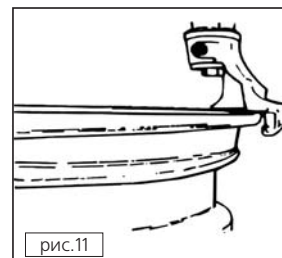

рис.11
3. Установите вертикальный шток в рабочее положение, чтобы монтажная головка оказалась около обода колеса. Ролик монтажной головки должен находиться в 2 мм от обода, чтобы избежать царапин (Рис. 11). Поверните рукоятку с зажимом и зафиксируйте шток (в автоматическом станке используется блокирующая ручка 11, рис .2).